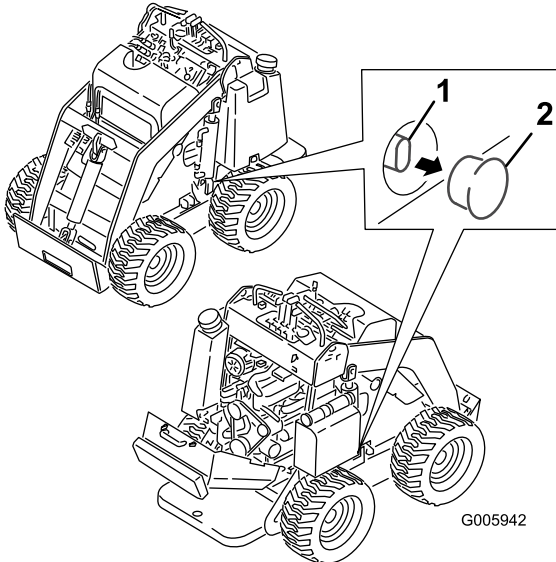

Figura 19
2. Retire el tapón que cubre cada válvula de remolcado, situada debajo de cada depósito de combustible (Figura 19).